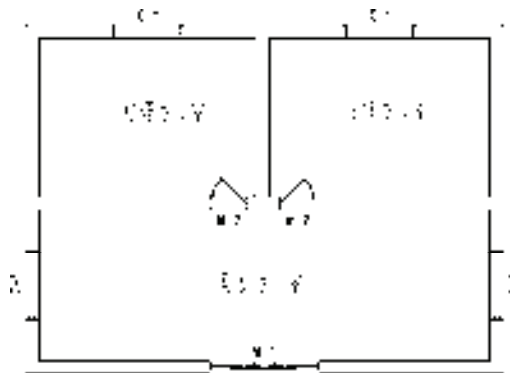

图 8-19 调入标注文字
5) 继续为其他房间调入标注文字, 结果如图 8-19 所示。